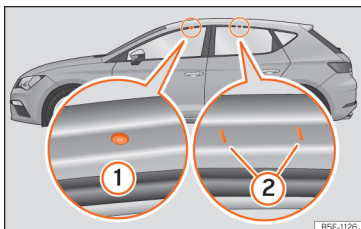

Abb. 161 Leon: Befestigungspunkte der Längsträger für den Dachgepäckträger.
Die vorderen und hinteren Befestigungspunkte ① und ② sind nur bei geöffneten Türen sichtbar »» **Abb. 161.**